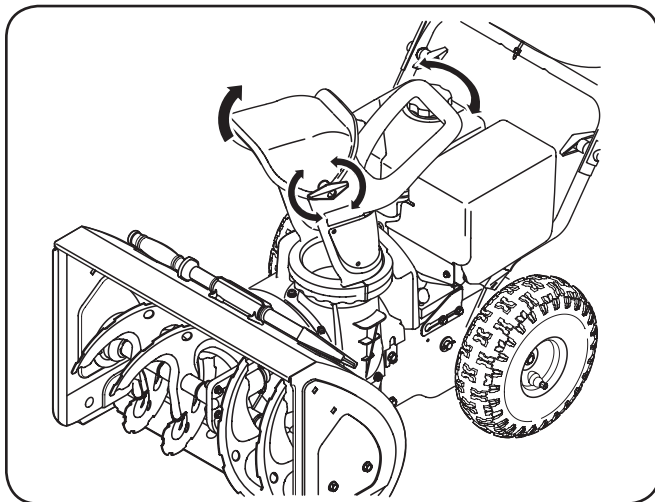

Figure 3-7
2. Apriete la perilla de aletas del canal superior asegurándose de que el perno del carro se encuentre correctamente colocado. Consulte la Figure 3-7.